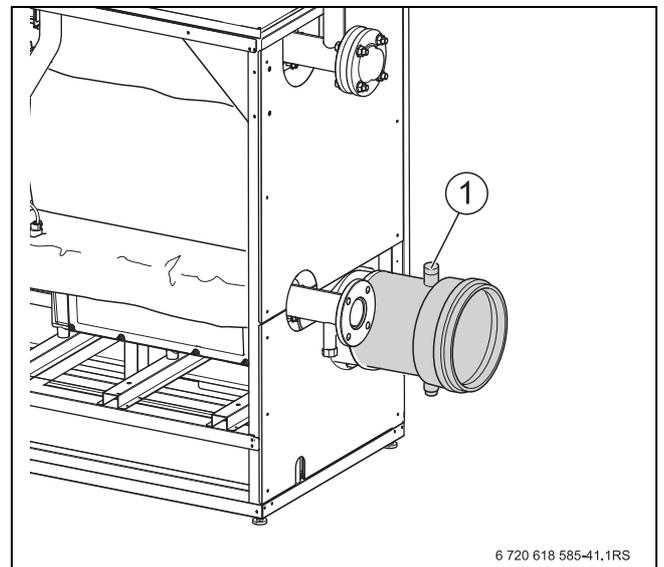

Рис. 36 Проведение замеров
- Введите измерительный датчик через отверстие для измерений в дымовой трубе (→ рис. 36, стр. 27) в центр потока и проверьте содержание CO2.